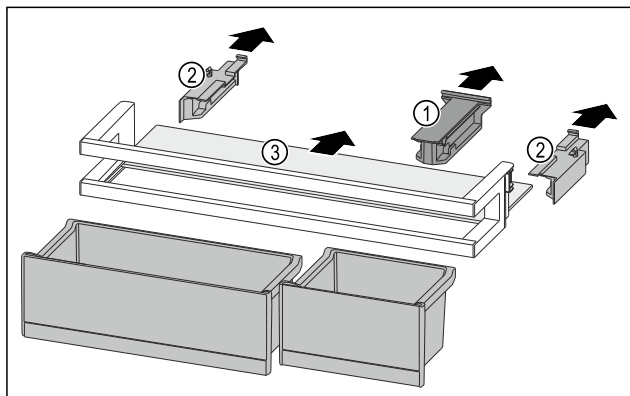

Fig. 117
- Skinite pridržni dio Fig. 117 (1).
- Skinite bočne dijelove Fig. 117 (2).
- Izvadite policu Fig. 117 (3).